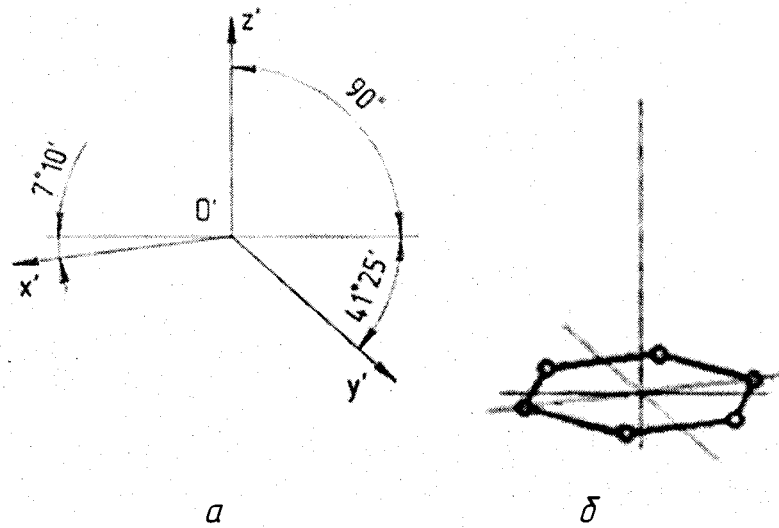

Рисунок 2
1) Побудувати аксонометричні осі (рисунок 2а)
2) Виконати побудову основи призми (рисунок 2б): Починаємо побудову з основи призми. Розташовуємо осі так, щоб вісь Z співпадала з центром кола, описаного навколо основ призми. Переносимо розміри з комплексного креслення паралельні осі X один до одного, а розміри, паралельні осі Y вдвічі меншими.